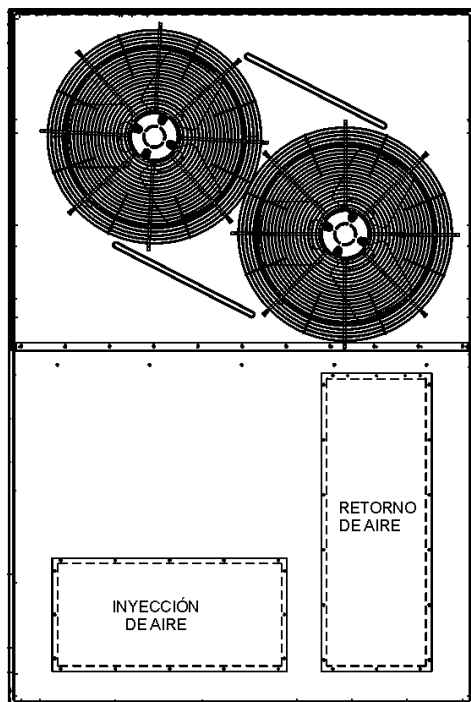

Fig. 4 - Aperturas para Conducto de Inyección y Retorno Vertical
1. Remover, para poder tener acceso, los paneles que cierren las aperturas de suministro y retorno de aire horizontal (Fig.4).
2. Remover los paneles que cierren las aperturas de suministro y retorno de aire situadas en el piso de la unidad (Fig.4).